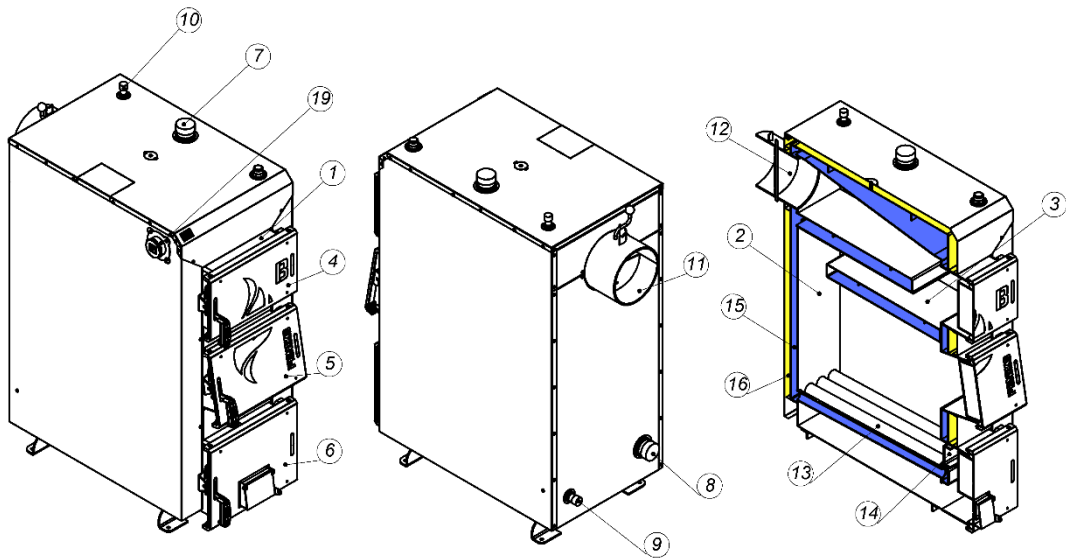

Рисунок 2 – Зовнішній вигляд та основні елементи котла
Конструктивно котел являє собою збірно-зварену конструкцію, що складається з корпусу (поз. 1, рис. 2) з камерою згоряння (топкою) (поз. 2, рис. 2). Конвекційна частина котла складається з двох-ходового теплообмінника (поз. 3, рис. 2) комбінованого типу – двох горизонтальних полиць. Теплообмінник розташований безпосередньо над топкою.
Корпус котла виконаний в формі паралелепіпеду з подвійними стінками, які розділені водними перегородками (поз. 15, рис. 2). На зовнішній поверхні корпусу під декоративною обшивкою закріплена теплова ізоляція. (поз. 16, рис. 2).
Паливо для процесу спалення завантажується на колосникові ґрати (поз. 13, рис. 2) крізь завантажувальні дверцята (поз. 5, рис. 2). Колосникові ґрати виконані з товстостінних безшовних труб по яких постійно циркулює вода з водяної оболонки котла. Згоряння палива в топці відбувається за участю повітря, яке постачається під колосникові ґрати припливним вентилятором (поз. 18, рис. 2). Кількість повітря, необхідного для процесу згоряння, регулюється автоматично блоком автоматики управління (поз. 17, рис. 2), або за допомогою терморегулятора.
Підведення і відведення теплоносія здійснюється відповідно через патрубки зворотної мережної води (поз. 8, рис. 2) і прямої мережної води (поз. 7, рис. 2).
Топочні гази виходять у димохід крізь боров (поз. 11, рис. 2), розташований у задній частині котла. Боров обладнано вбудованим дросельним клапаном продуктів згоряння – шибером (поз. 12, рис. 2). У випадку надто високої тяги у димоході шибер дає можливість її знизити шляхом часткового перекривання вихідного отвору борова.
- з вентилятором та блоком автоматичного управління – припливним вентилятором (поз. 28, рис. 2) під колосникові ґрати по каналу подачі повітря. Кількість повітря, необхідного для процесу згоряння, регулюється автоматично контролером (поз. 17, рис. 2).
У верхній частині корпусу котла розташований штуцер для встановлення запобіжного клапана або групи безпеки котла (поз. 10, рис. 2).
Ревізійні дверцята (поз. 6, рис. 2), що розташовані на передній стінці котла, необхідні для періодичного чищення колосникових ґрат.
Для можливості періодичного обслуговування (чищення) теплообмінника передбачені дверцята у верхній частині котла (поз. 4, рис. 2).
Регулятор тяги необхідно приєднати до патрубку з внутрішньою різьбою, який знаходиться у верхній частині корпусу (рис. 2). Різьбове з'єднання при цьому потрібно ущільнити. Регулятор повернути таким чином, щоб наконечник для закріплення шестигранного важеля (з комплекту регулятора) був направлений вправо.